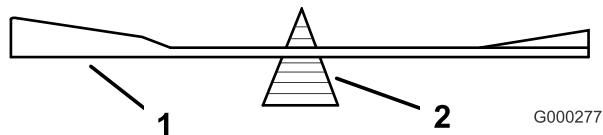

図 81
2. ブレード・バランスー(図 81)を使ってバランスを調べる。ブレードが水平に停止す